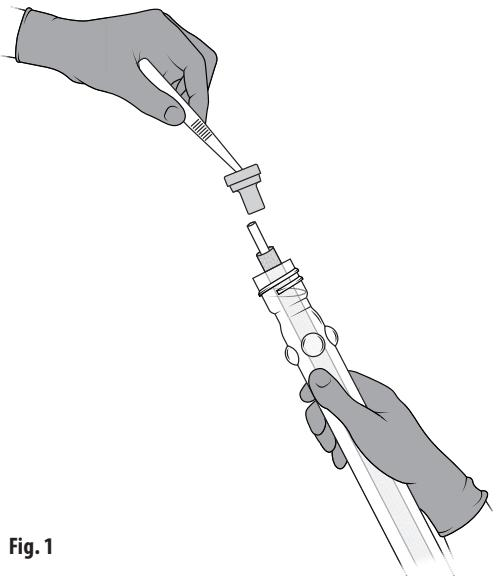

Fig. 1
3. Retirer la capsule et la jeter. Retirer le bouchon avec la pince et l'écartez. Les pinces doivent également être écartées car elles sont maintenant considérées comme non stériles. Fig. 1.